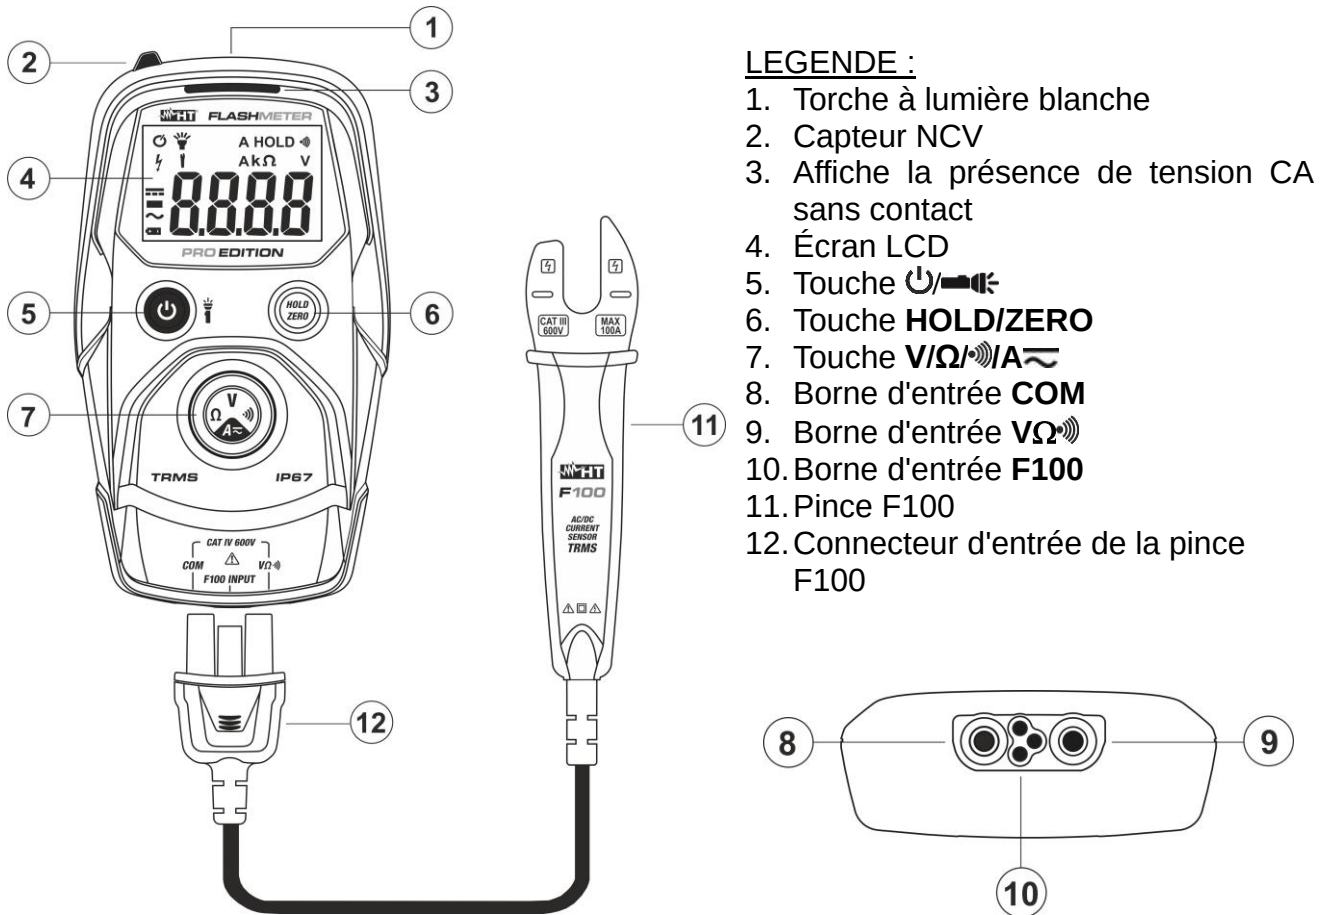

Fig. 1: Description de l'instrument
La pression de la touche  permet l'allumage de l'instrument. Appuyer environ 1s sur la touche  pour éteindre l'instrument. L'instrument étant allumé, appuyez sur la touche  pour activer/désactiver la torche à lumière blanche intégrée (voir Fig. 1 - partie 1). Le symbole "" s'affiche à l'écran.
L'instrument permet de détecter la présence de tension CA sans contact en utilisant le capteur NCV présent dans la partie supérieure (voir Fig. 1 – partie 2).
3. L'allumage de l'afficheur rouge (voir Fig. 1 – partie 3) indique la présence de la tension AC